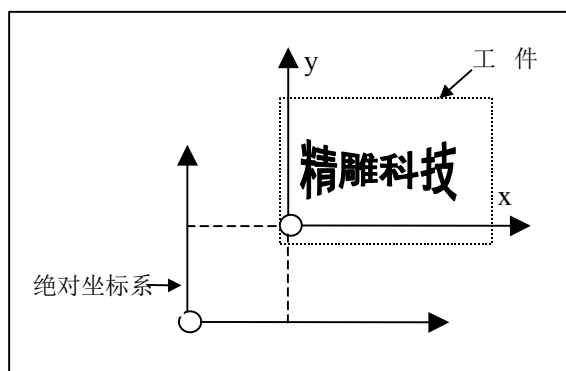

图 4-6 工件原点在绘图坐标系的位置就是输出原点
(4) 在输出路径时, 为了保证毛坯材料的正确装夹, 一定要指定工件坐标系原点的位置, 如图 4-6 所示。
(5) 在工件装卡之后, 工件坐标系原点在工作台面上的位置, 被称为工件原点。